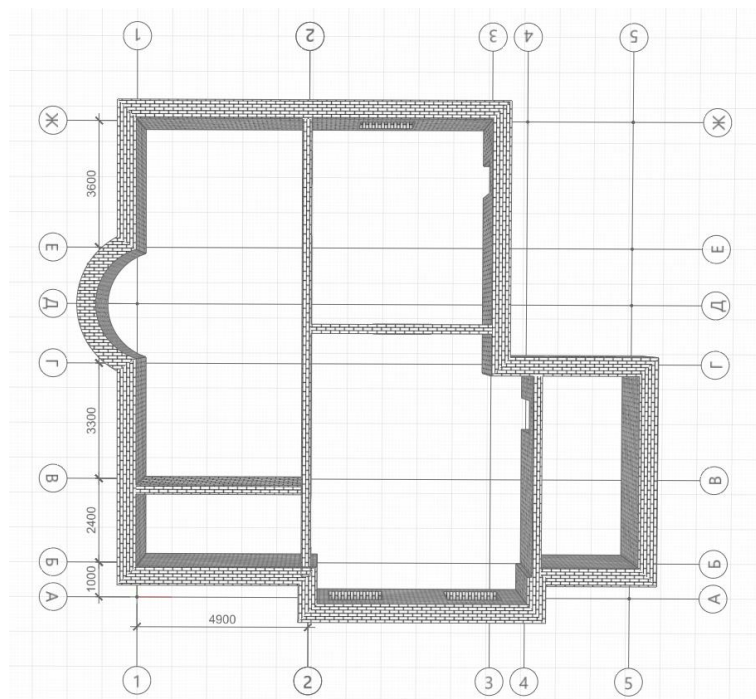

Рис. 24 Построение внутренних стен
6. Построим внутренние стены. Выберем инструмент **Стена**, способ построения **Прямая по 2 точкам**. В Параметрах указать: высота - **3000 мм**, толщина - **250 мм**. Построим стены (рис. 24)